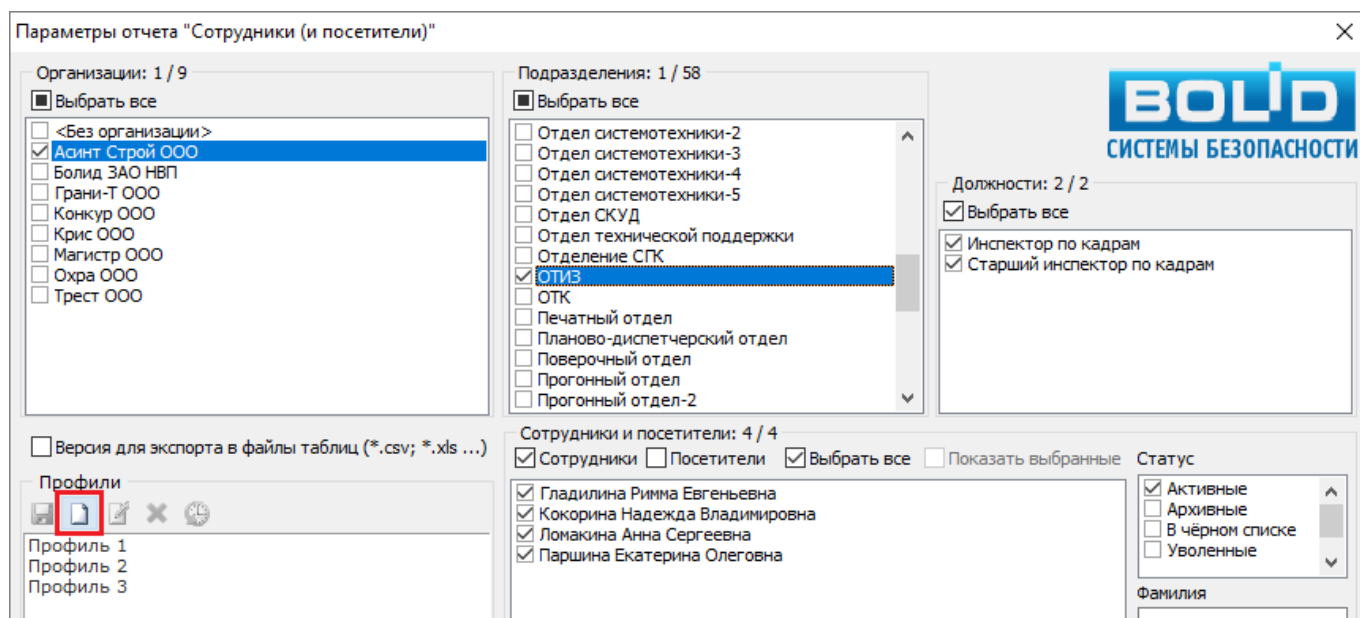

Рисунок 11-228 Создание нового профиля для отчета "Сотрудники (и посетители)"
- либо нажмите кнопку  «Новый профиль» на панели инструментов области «Профили» (см. Рисунок 11-228);